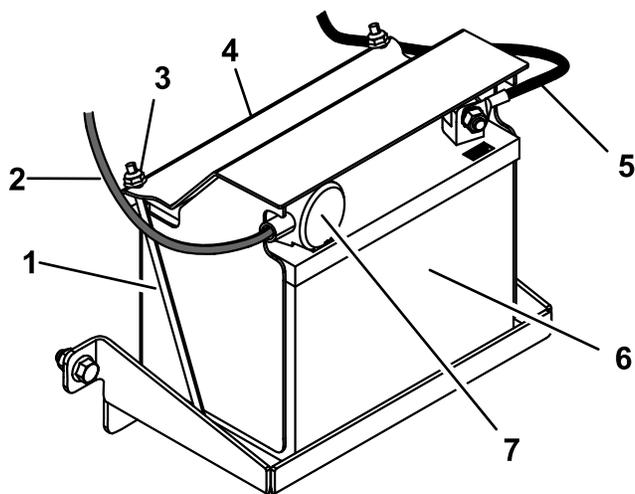

Рисунок 29
1. Поместите аккумуляторную батарею на поддон и закрепите ее при помощи крышки аккумуляторной батареи, двух крепежных стержней и двух гаек (Рисунок 29).
4. Наденьте красный изоляционный колпачок на положительную клемму аккумуляторной батареи (Рисунок 29).